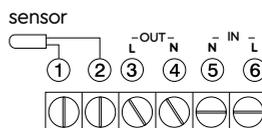

Рис. 1
3. Подключите к терморегулятору провода питания, греющего кабеля и выносного датчика (рис. 1).